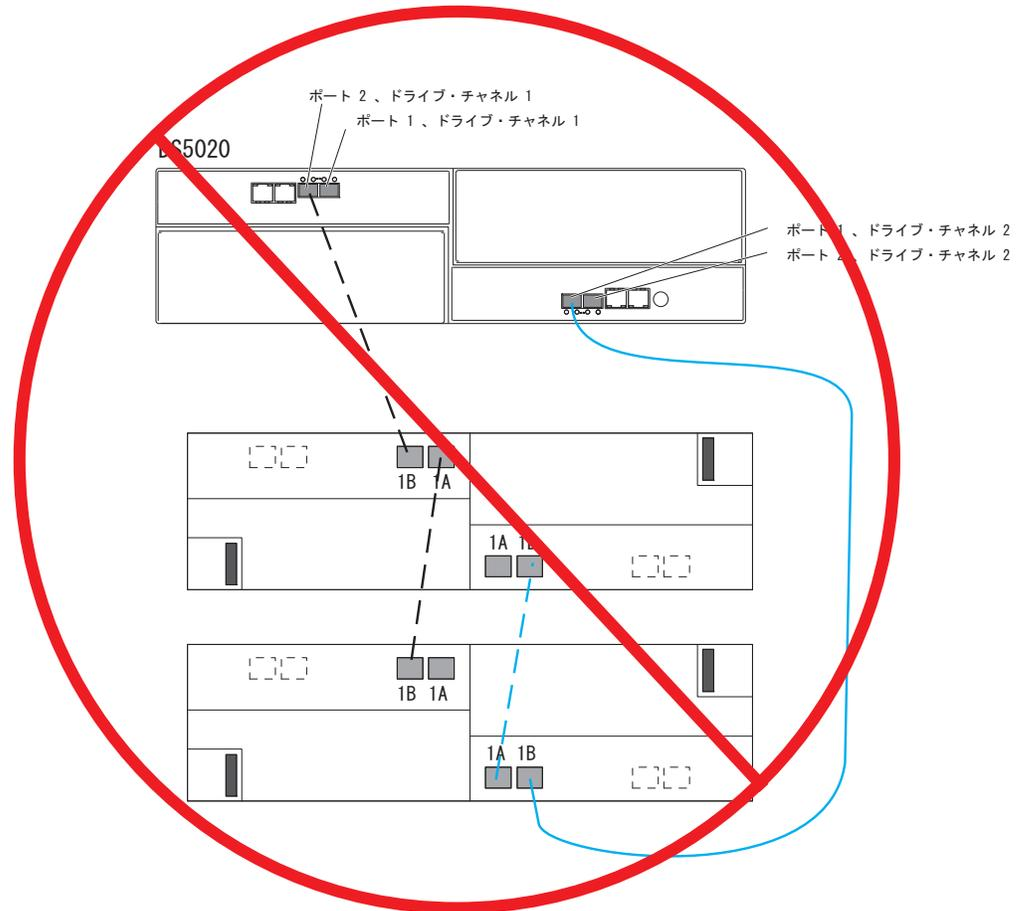

図 39. 1 つの DS5020 と 2 つのストレージ拡張エンクロージャーの誤ったケーブル接続
1 つの DS5020 ストレージ・サブシステムと 2 つのストレージ拡張エンクロージャをケーブル接続する場合、図 38 に示すようにコントローラー・ドライブ・ポートあたり 1 つのストレージ拡張エンクロージャを接続します。73 ページの図 39 は、単一のコントローラー・ドライブ・ポートの後ろで 2 つの拡張エンクロージャを一緒に接続できることを示しています。この方法は技術的には正確ですが、図 38 に示すトポロジーを使用してください。
**重要:** 図 39 に示しているように、DS5020 ストレージ・サブシステムと 2 つのストレージ拡張エンクロージャーをケーブル接続しないでください。ストレージ・トポロジーが正しくないストレージ・アレイでは、正常に機能しているように見えていても、誤ったケーブル接続には潜在的に予測不能な結果をもたらす可能性があります。